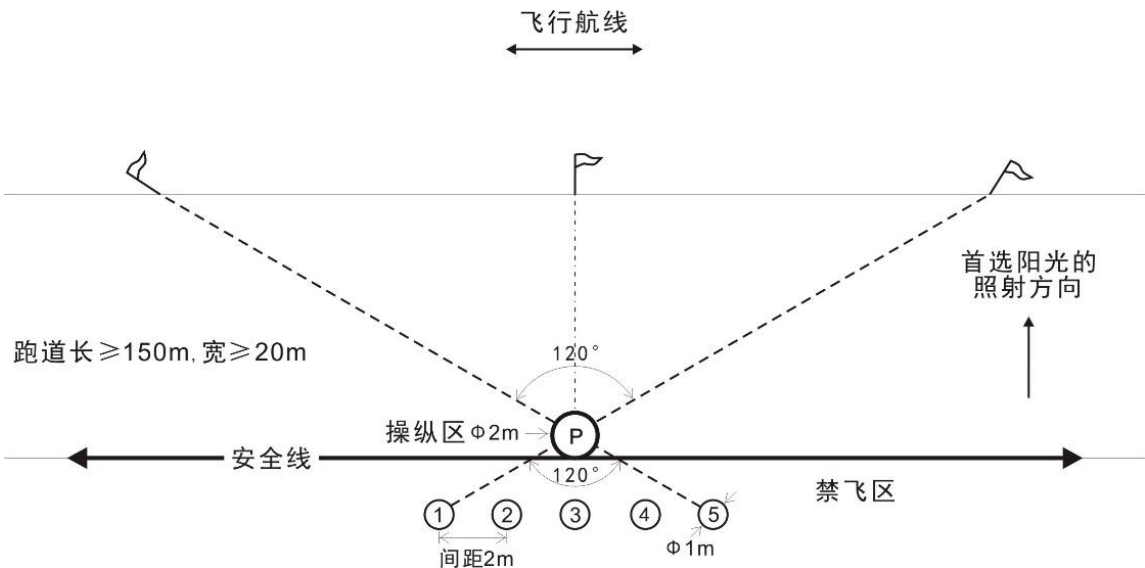

图 I. 15 遥控固定翼模型飞机飞行（四）场地示意图
- I. 2. 3. 3. 3 测试场地操纵区、起降区、飞行区、安全线等尺寸见场地示意图 I. 15。